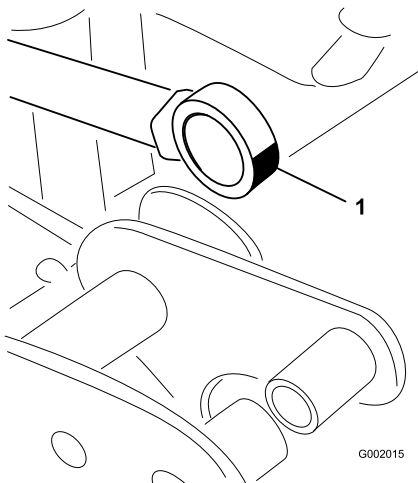

Figure 70
5. Faites pivoter roulement d'extrémité de la tige et appliquez de la graisse dans le roulement (Figure 70).